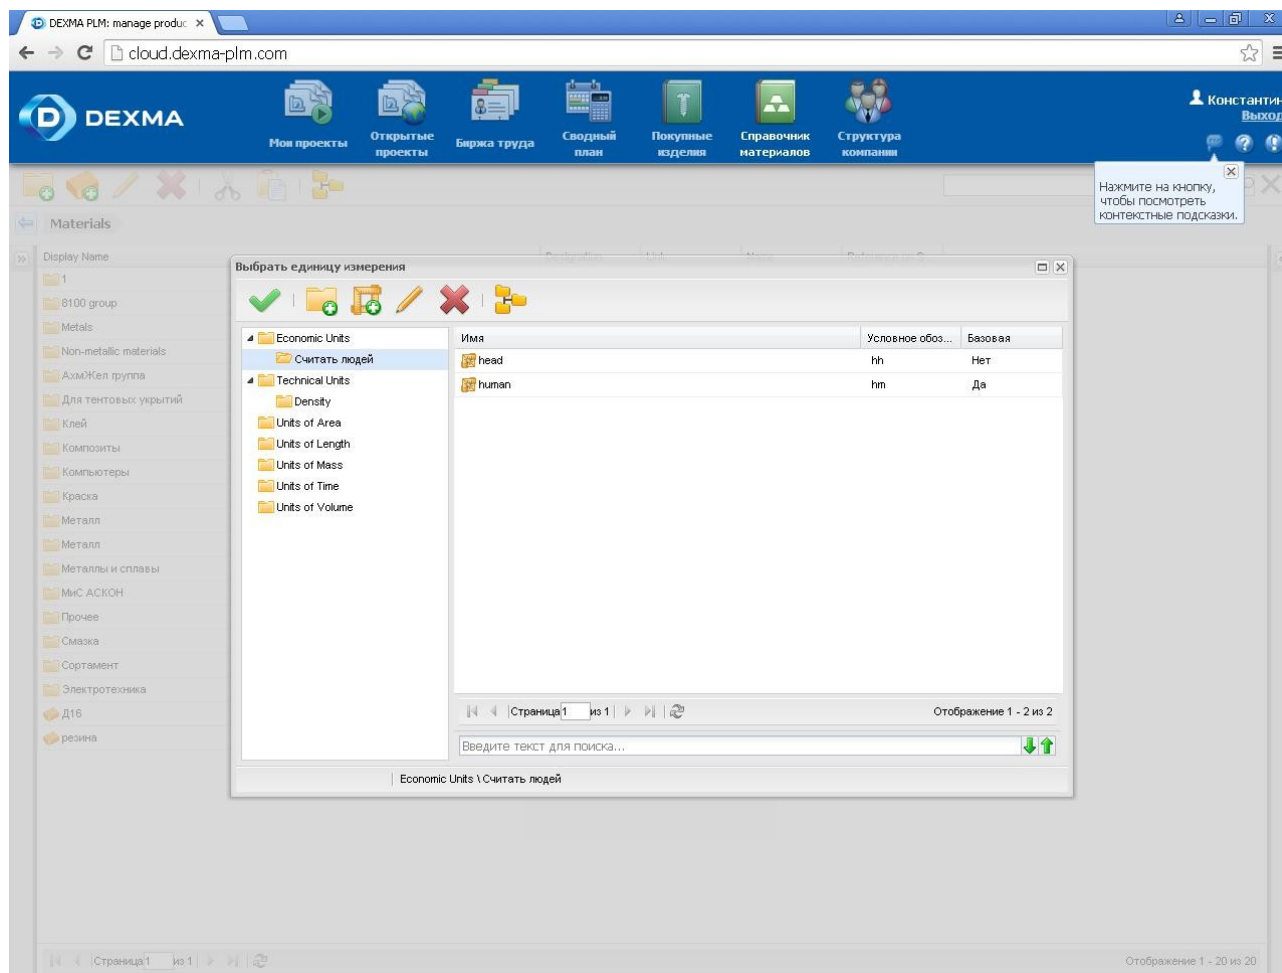

Рисунок 3 – Справочник единиц измерения
1. Нажмите на кнопку Создание группы и перейдите во вкладку Дополнительные свойства, нажмите ... (см. рис. 3).